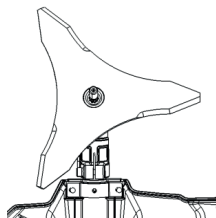

Rys. 7
1. Zdemontować nakrętkę (zgodnie z ruchem wskazówek zegara), mocowanie szpuli i wspornik z obudowy przekładni (rys. 7 i 8).